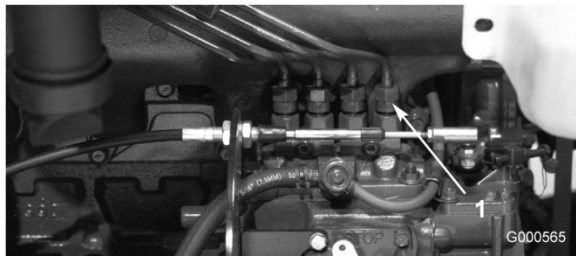

図 38
1. 燃料噴射ポンプのNo.1インジェクタ・ノズル（図 38）へのパイプ接続部をゆるめる。